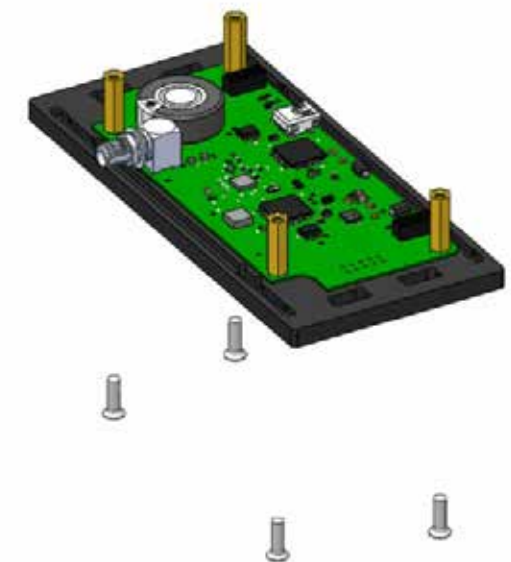

Рисунок 90. Установка платы
1) На нижнее основание (обозначено: УКВ ↓) установить плату УКВ. Плату закрепить четырьмя латунными стойками РСНСС М3х15 и четырьмя винтами с потайной головкой М3х10 (рисунок 90):